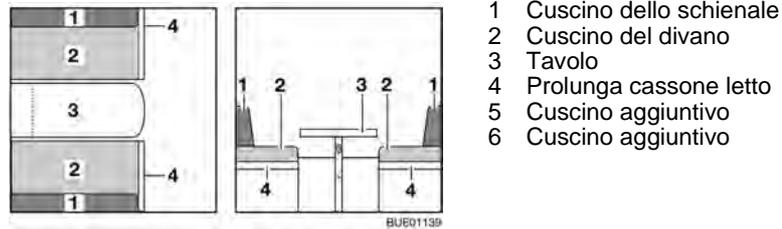

Fig. 88 Prima della trasformazione
- Trasformare il tavolo (Fig. 88,3) in struttura di supporto letto (vedi paragrafo 6.11).
- Aprire la prolunga del cassone letto (Fig. 88,4).
- Rimuovere i cuscini dello schienale (Fig. 88,1) e riporli.